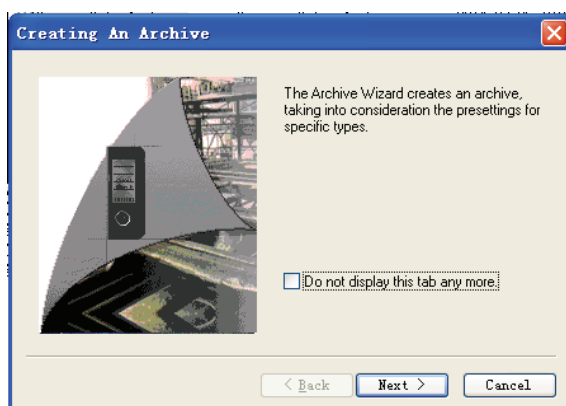

图 7-9 创建过程值归档 (1)
1) 在变量记录的浏览窗口中，用鼠标右键单击“Archives”按钮，在弹出的菜单中选择“Archive Wizard...”命令，打开“Creating An Archive”对话框。如图 7-9 所示。